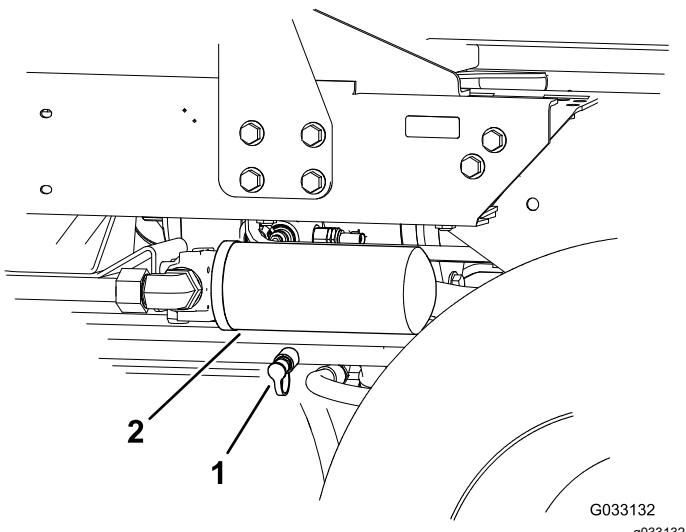

Figura 44
2. Ligue um tubo hidráulico entre o encaixe de diagnóstico instalado no coletor da tração traseira e a porta de teste de pressão da tração traseira (Figura 44).